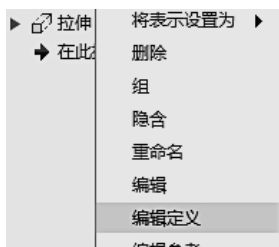
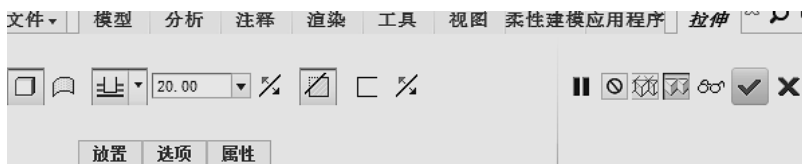

图 6-86 特征右键菜单
图 6-87 打开的拉伸操控面板
(1) 在模型树或模型中点选方形槽特征，右击，在弹出的菜单中单击【编辑定义】选项。如图 6-86 所示。系统打开拉伸操控面板，如图 6-87 所示。